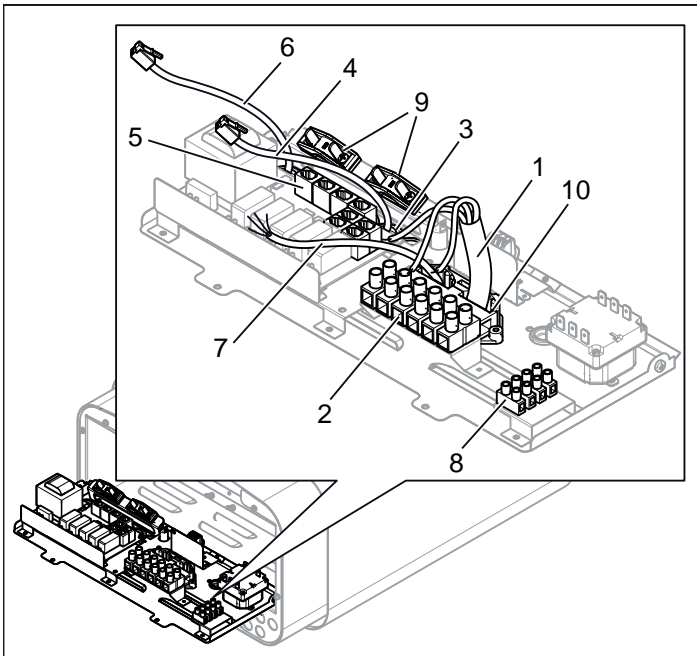
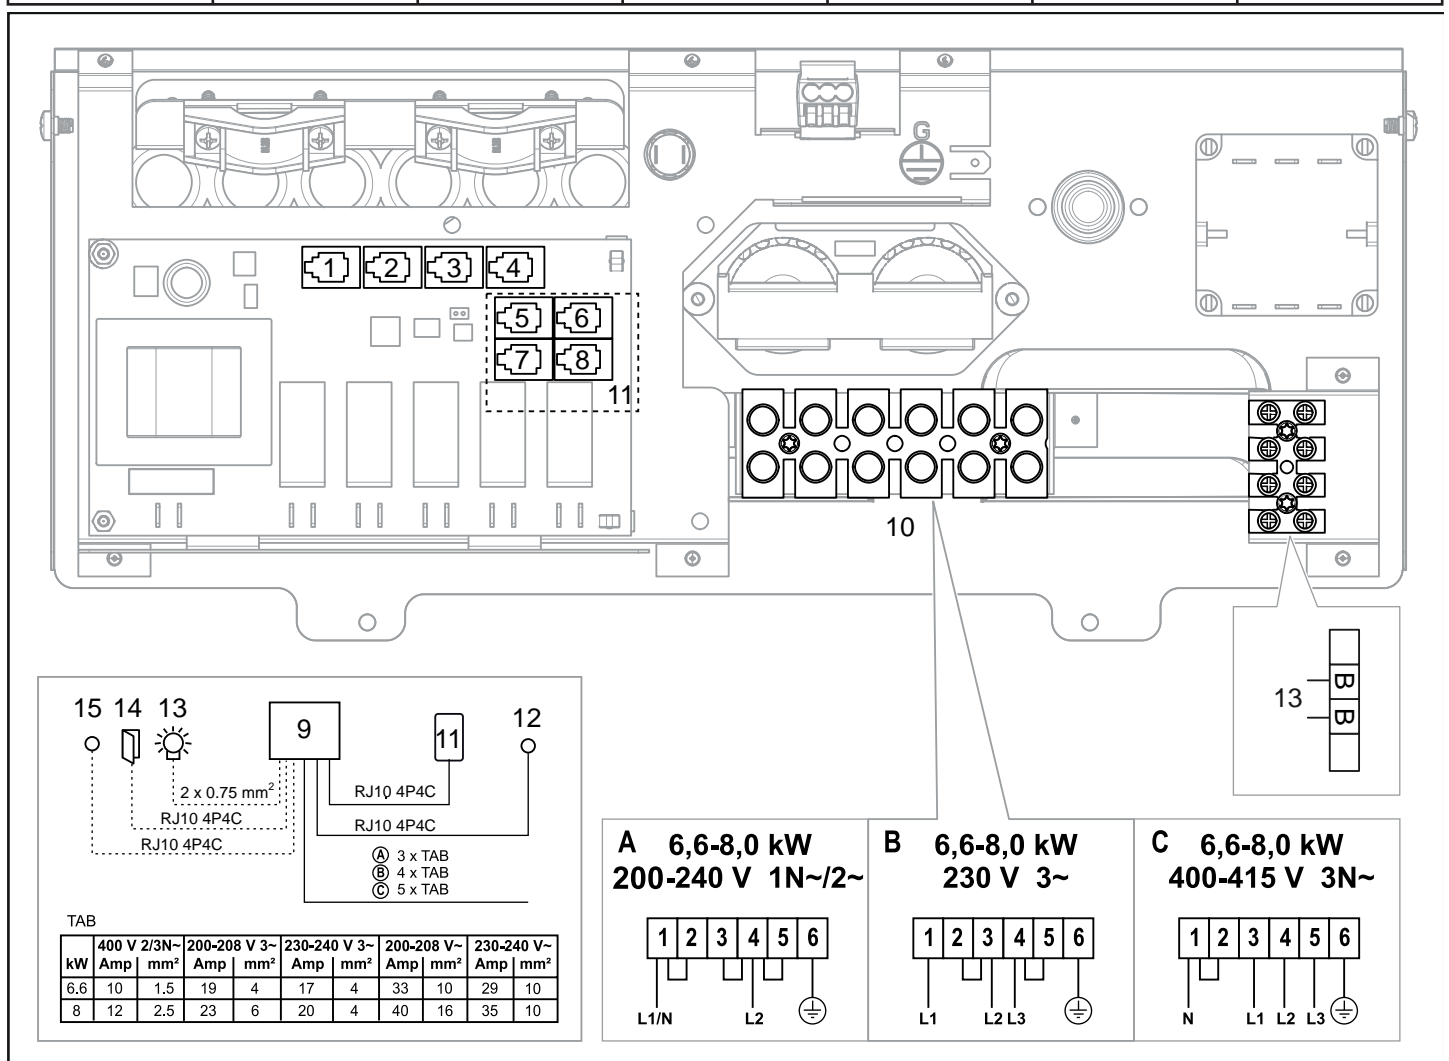

Рисунок 9: Монтажная плата
Рисунок 17: Схема соединений
3. Подключите провод (1) к соединению (2) (см. рис. 9) согласно схеме соединений (см. раздел «Подключение/схема соединений», страница 29).
- Протяните кабели к панели управления и датчику температуры через кабельные вводы (3). Подключите кабель панели управления (4) к одному из четырех контактов RS485 (поз. 5-8) (5) (см. рис. 9) в соответствии со схемой соединений (см. раздел «Подключение/схема соединений», страница 29).
- Подключите кабель датчика (6) к NTC-контакту на плате (поз. 1) (5) (см. раздел «Подключение/схема соединений», страница 29) в соответствии со схемой соединений (см. раздел «Подключение/схема соединений», страница 29).
- Подключите провод к соединению (7) см. рис. 9, к клеммнику (8) согласно схеме соединений, рис. 17, страница 29.
При подключении к источникам напряжения или при ином числе фаз, не указанном в схеме соединений, рис. 17, свяжитесь с технической службой Тулё.